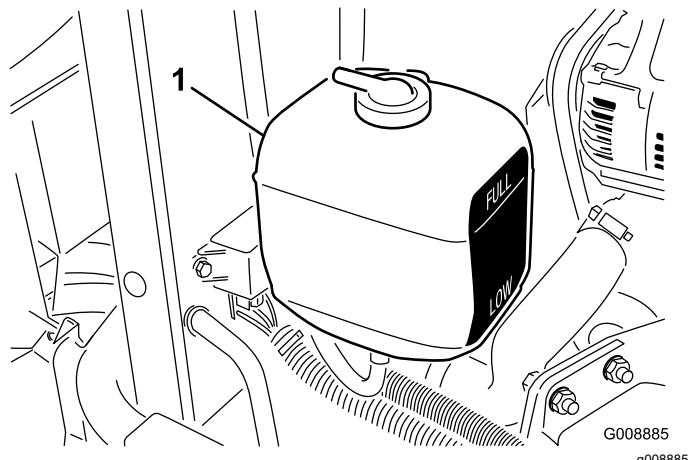

Figura 61
2. Controllate il livello del refrigerante nel serbatoio di espansione (Figura 61). A motore freddo il livello del refrigerante deve essere a metà circa tra i segni riportati sul fianco del serbatoio.